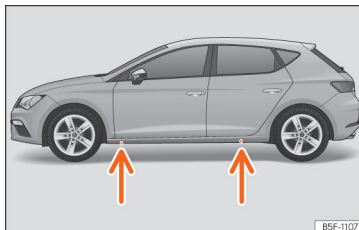

Abb. 40 Aufnahmepunkte für den Wagenheber.
- Suchen Sie am Längsträger die Markierung des Aufnahmepunktes für den Wagenheber (Eindrückung), die dem zu wechselnden Rad am nächsten liegt » » **Abb. 40**.